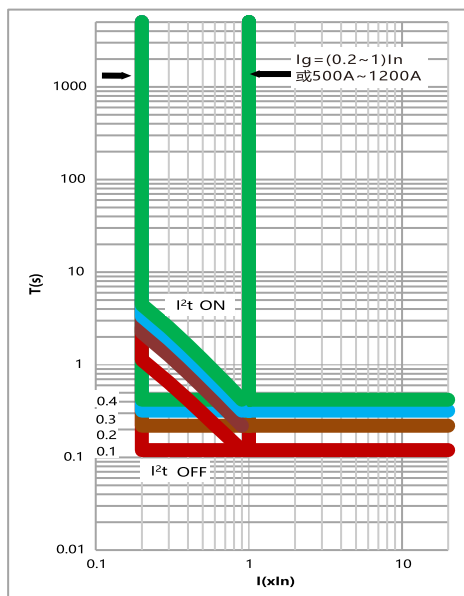

图2 接地保护特性曲线
4.5.5.1 接地保护具有定时限保护特性（M、A型）、定时限+反时限保护特性（P、H型），见图2